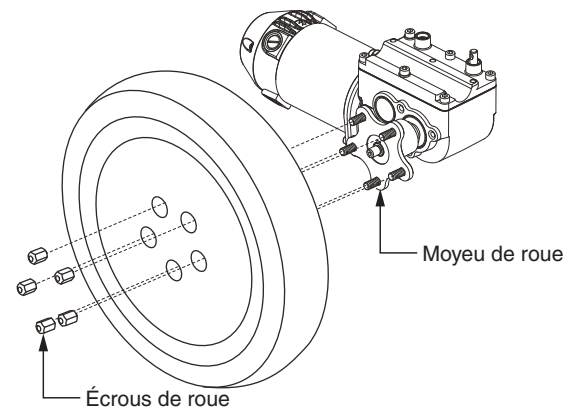

Figure 15. Enlèvement de la roue motrice Quantum 4Front
4. Retirez les cinq (5) écrous de roue du moyeu. **Voir la figure 15.**